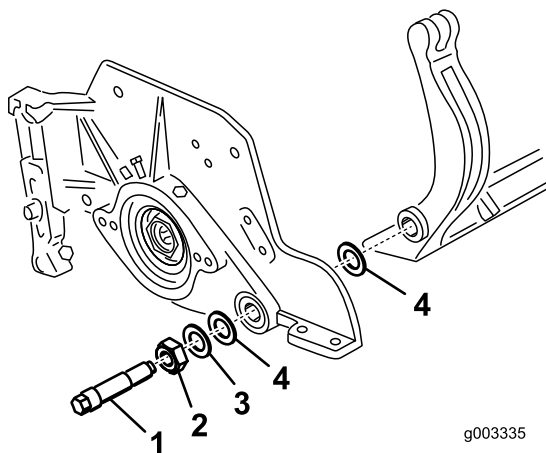

図 32
ベッドバーの両端にナイロンワッシャー2個とスチールワッシャー1個を配置する (図 32)。
3. サイドプレートのボスの両側にナイロンワッシャーを入れる。その外側からスチール製ワッシャーを取り付ける 図 32。